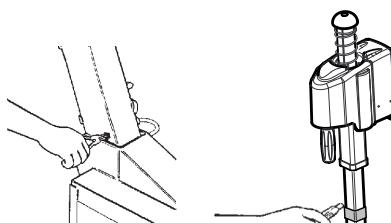

fig.25
- Rimettere il perno infilando i fori dello stelo e del tirante (fig.23); rimettere il "seeger" (fig.25).
- Replace the pin threading the holes of the stem and support rod (fig.23). Replace the "seeger" (fig.25).
- Replacer le pivot en enfiler les trous de la tige et du tirant (fig.23); remettre le "seeger" (fig.25).
- Den Zapfen durch Einführen in die Löcher des Schafts und der Zugstangewiedereinsetzen (Abb. 23); den "Seeger" wiedereinsetzen (Abb. 25).
- Vuelva a introducir el pasador en los agujeros de la varilla y del tirante (fig. 23) y meta nuevamente el "seeger" (fig. 25).